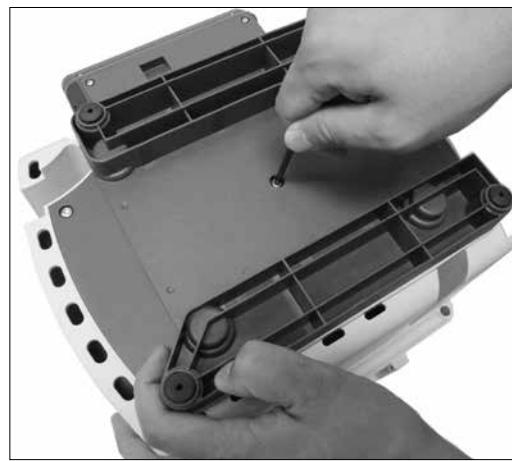

Fig. 21b
Затяните винт (Z) вручную. (Fig.21b)